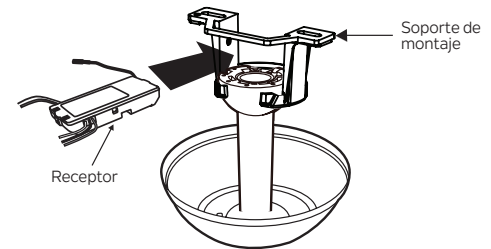

Fig. 13
**Paso 1.** Inserte el receptor en el soporte de montaje del techo con el lado plano del receptor mirando hacia el techo. (Fig. 13) Para obtener el mejor rendimiento, asegúrese de que la antena negra, en el extremo del receptor, permanece extendida y no enredada con ninguno de los cables eléctricos.